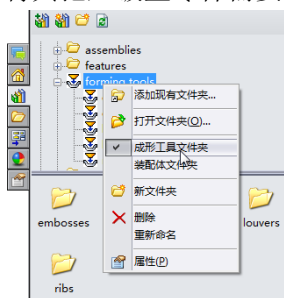

图 8-1 成形工具存在位置
(1) 创建或者打开一个钣金零件文件。单击“设计库”按钮，弹出“设计库”对话框，在对话框中选择 Design Library 文件下的 forming tools 文件夹，然后右击将其设置成“成形工具文件夹”，如图 8-1 所示，然后在该文件夹下可以找到 5 种成形工具的文件夹，在每一个文件夹中都有若干种成形工具。